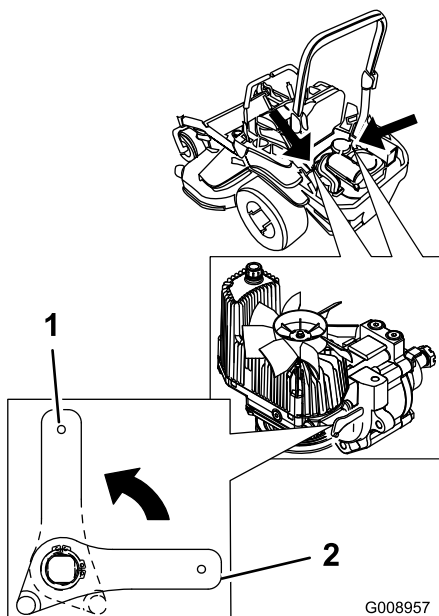

Figura 35
2. Rode as alavancas da válvula de libertação na posição vertical para empurrar a máquina (Figura 35).
4. Rode as alavancas da válvula de libertação horizontalmente para a máquina trabalhar (Figura 35).